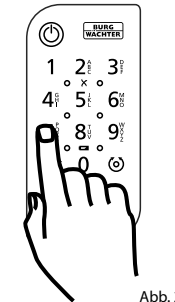

Abb. 2
- ② Geben Sie Ihren Administrator- oder Benutzercode ein und prüfen Sie, ob der Zylinder aktiviert wird (Abb. 2).